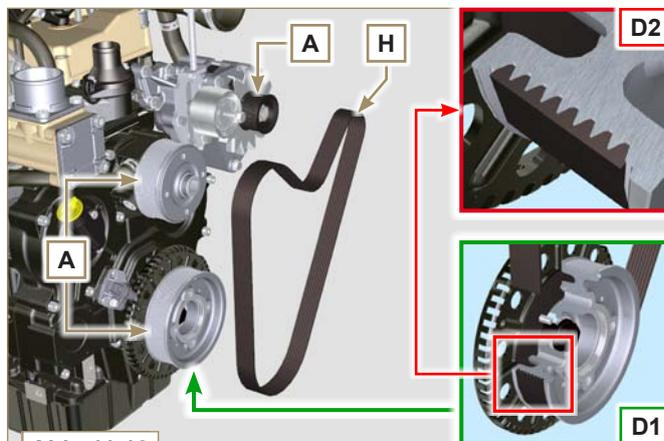

Abb. 11.10
- 2 - Den Riemen entfernen **H** (Abb. 11.10).
- 11 - Den neuen Riemen montieren **H** (Abb. 11.10).